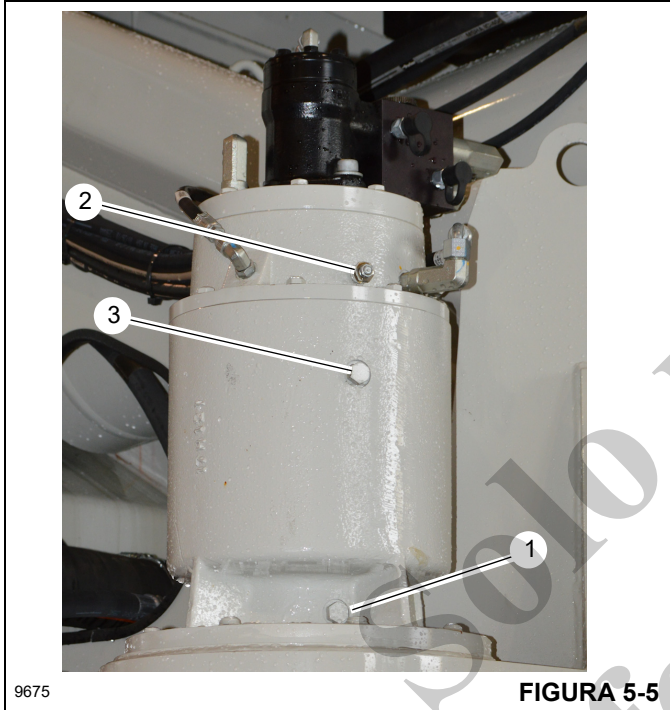

FIGURA 5-5
1. Retire el tapón de vaciado (1, Figura 5-5) y el tapón con respiradero (2) para vaciar el aceite del mecanismo.
3. Instale el tapón de vaciado (1). Inspeccione y sustituya el anillo "O", si es necesario.
4. Retire el tapón de nivel/llenado de aceite (3). Llene el mecanismo de giro con 2.4 l (2.5 qt) del tipo de aceite correcto y luego instale el tapón con respiradero (2) y el tapón de nivel/llenado (3). Inspeccione y sustituya los anillos "O", si es necesario. Consulte *Puntos de lubricación*, página 5-3 en este manual.